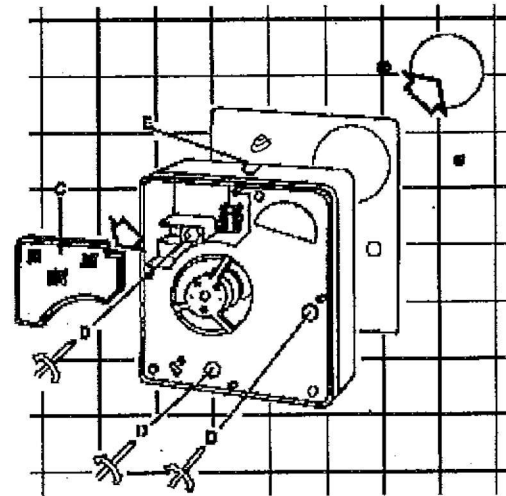

Fig. 4
3. Demonteer het deksel C van de beschermer van de elektrische bedrading van de motorkast. (fig. 4).
4. Plaats de schokdempers de pakkingen aan de basis van de aspirator en bevestig de aspirator aan de muur door middel van de vóórgemonteerde bouten D. (fig. 4).
3. Fjern el-beskyttelsesdækslet C fra ventilatorhuset (fig. 4).
4. Placér den vibrationsdæmpende pakning i bunden af ventilatoren og skru ventilatoren fast til væg med de formonterede skruer D (fig. 4).